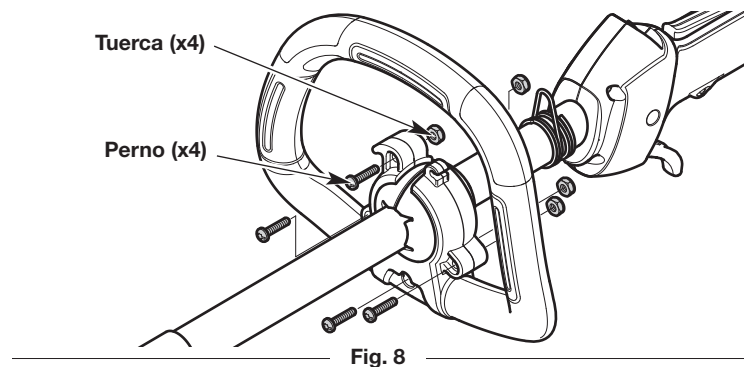

Fig. 8
5. Inserte una tuerca en una de las entrantes hexagonales de la parte posterior del soporte de la manija trasera (Fig. 8). Verifique que el lado redondo de la tuerca mira hacia afuera. Fije la tuerca en su lugar con un dedo. Inserte un perno en el correspondiente orificio del soporte de la manija delantera (Fig. 8). Ajuste el perno con un destornillador de cabeza plana o T20 Torx®. Repita este paso hasta que los cuatro (4) pernos estén bien instalados.